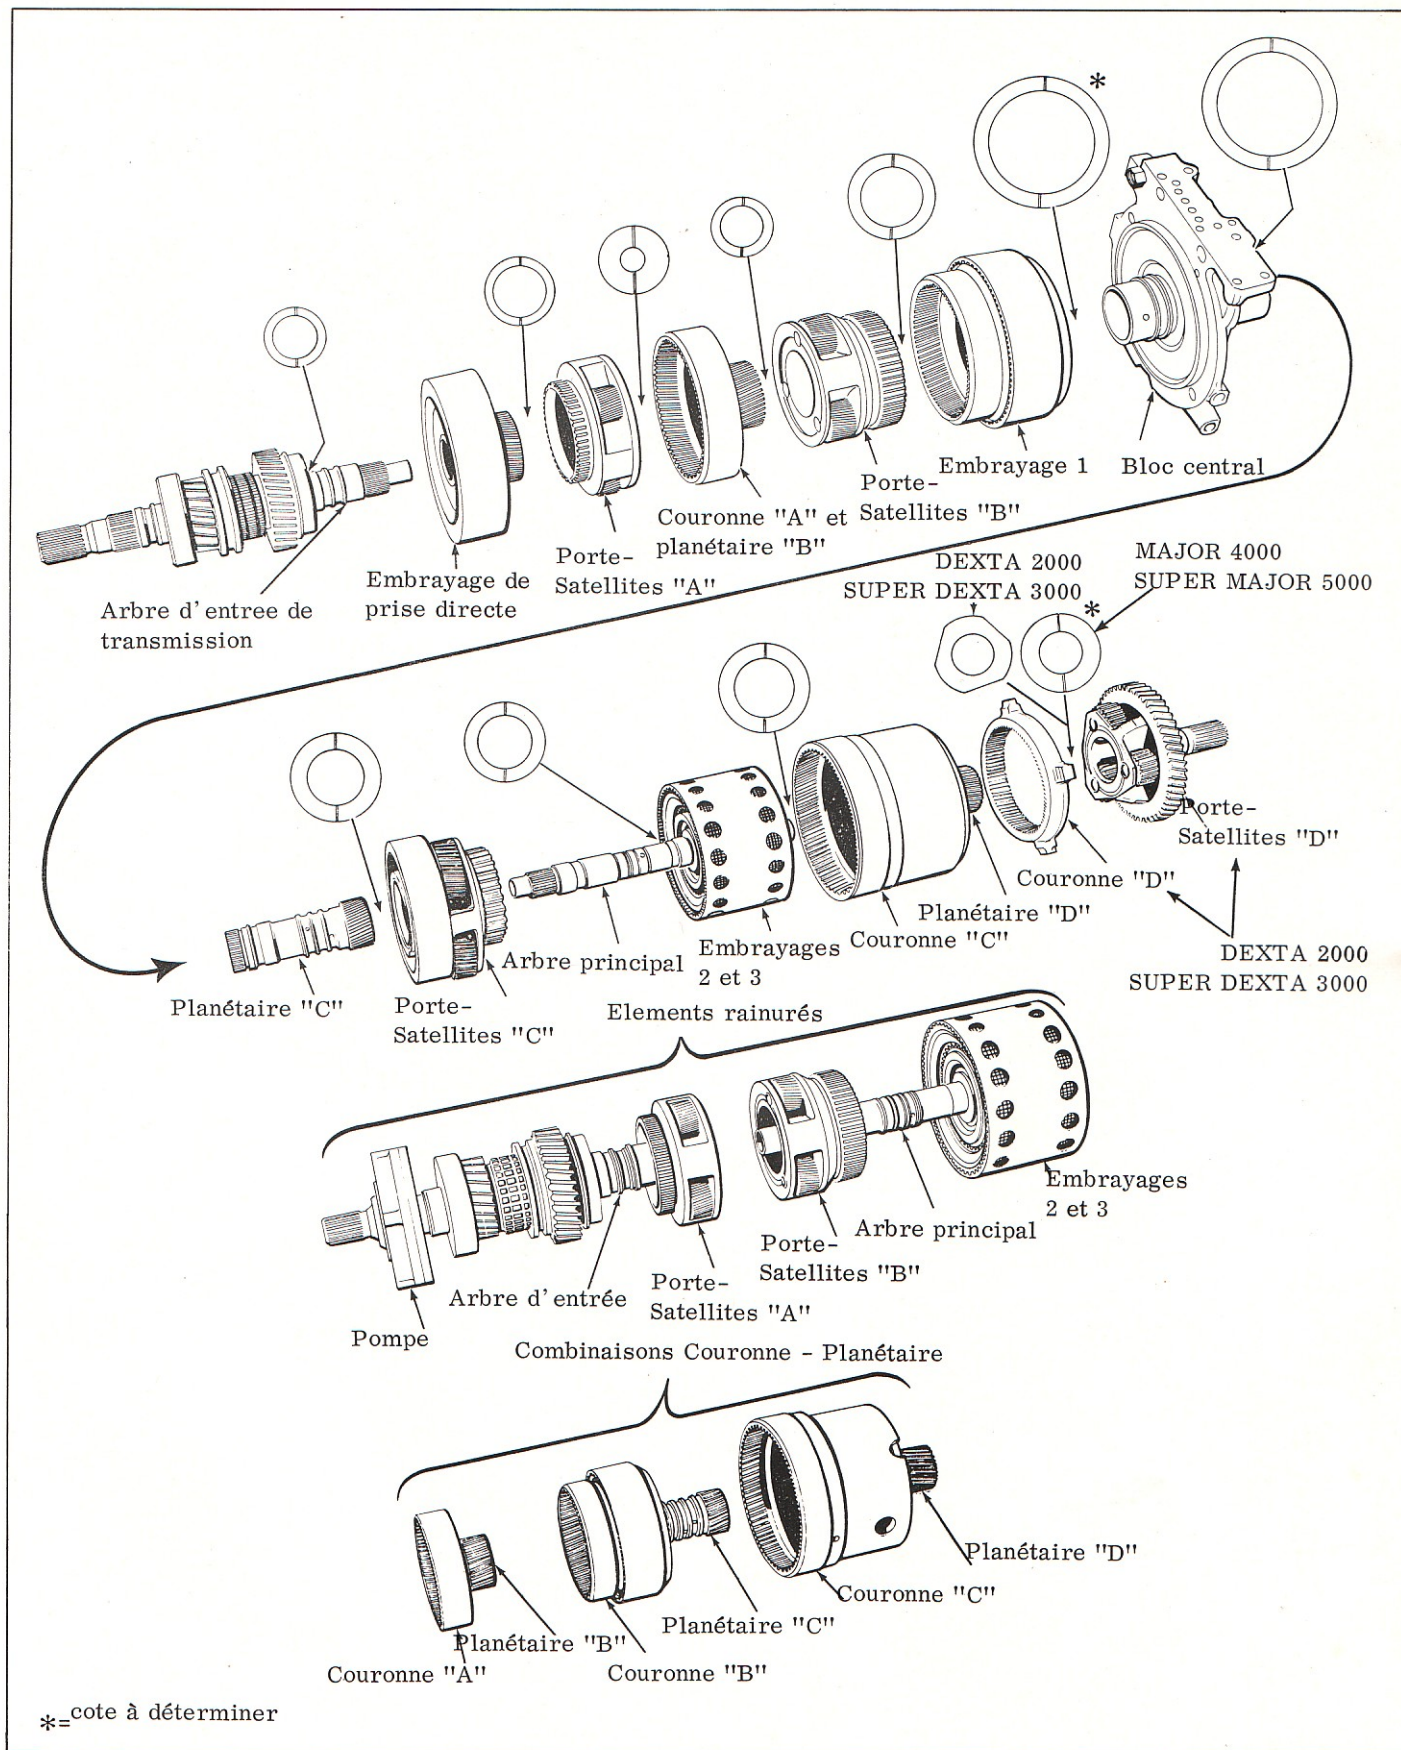

FIGURE 42 : Organes composants de la transmission.
9. Introduire par l'arrière de l'arbre de sortie, et appliquer contre le roulement, la rondelle de butée avant du planétaire "A". Placer la rondelle de butée arrière du planétaire "A" et sur le porte-satellites "A", et monter le porte-satellites "A" sur l'embrayage à prise directe. Monter d'un bloc sur l'arbre d'entrée l'embrayage à prise directe et le porte-satellites "A". Les organes et les rondelles de butée de la transmission sont représentés Figure 42.
11. Présenter la couronne "A" et la rondelle de butée du planétaire "B" (Figure 42) sur l'arrière de l'arbre d'entrée, et installer la couronne "A" et le planétaire "B". Placer alors la rondelle de butée du planétaire "B" dans le moyeu du planétaire "B".
14. Poser sur le manchon du bloc central la rondelle de butée représentée Figure 42. Poser et centrer les segments d'étanchéité de fonte sur le bloc central, en faisant usage de vaseline.